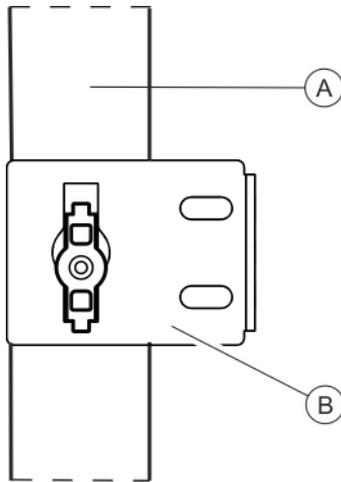

Abb. 14: Montage mit Einhängewinkel
1. ➤ Einhängewinkel (Abb. 14/Ⓐ) in die Halterungen oben und unten an der PDU (Abb. 14/Ⓑ) einhängen.